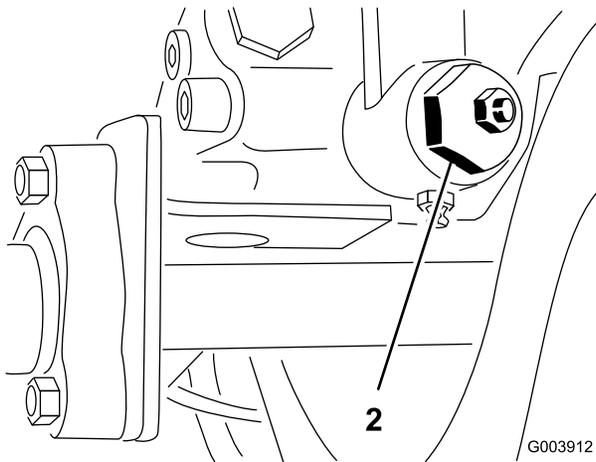

Figura 61
3. Sotto il lato sinistro della macchina allentate il dado di bloccaggio sulla camma di regolazione della trazione (Figura 61).